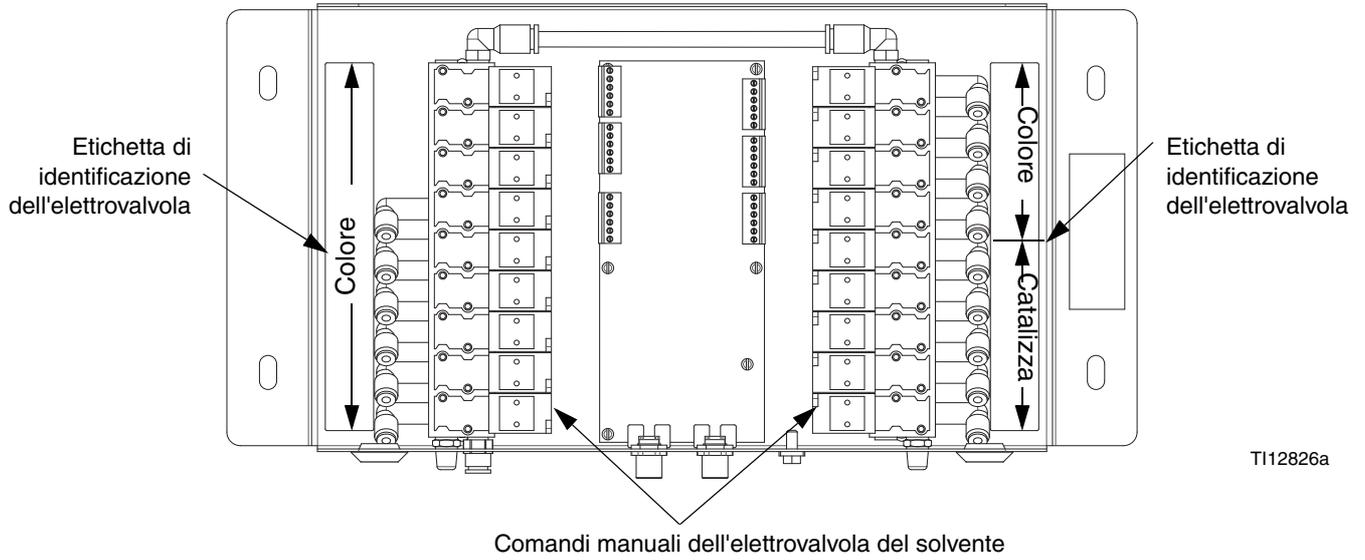

FIG. 2 Elettrovalvole di cambio colore
4. Vedere FIG. 2. Aprire il modulo di cambio colore. Usando le etichette di identificazione delle elettrovalvole come guida, premere e tenere premuto il pulsante di comando manuale su ciascuna elettrovalvola colore fino a quando il flusso che fuoriesce dalla valvola di campionamento non si arresta.
4. Vedere FIG. 2. Aprire il modulo di cambio colore. Usando le etichette di identificazione delle elettrovalvole come guida, premere e tenere premuto il pulsante di comando manuale su ciascuna elettrovalvola colore fino a quando il flusso dalla valvola di scarico A non si arresta.
6. Vedere FIG. 2. Usando le etichette di identificazione delle elettrovalvole come guida, premere e tenere premuto il pulsante di comando manuale su ciascuna elettrovalvola del catalizzatore fino a quando il flusso dalla valvola di scarico B non si arresta.